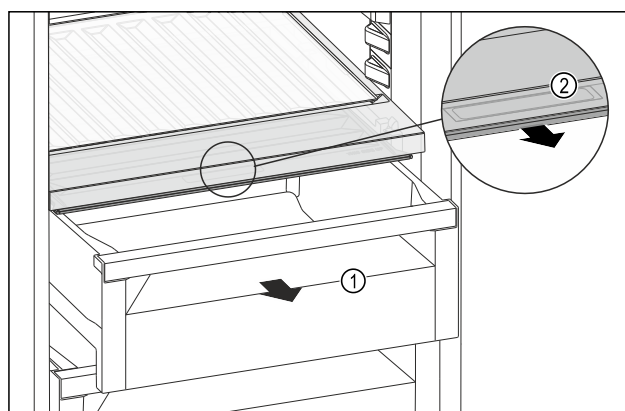

Fig. 109
- ▶ Витягніть висувний ящик Fig. 109 (1).
- ▶ Візьміться за потайну ручку Fig. 109 (2) на кришці відділення й одночасно потягніть кришку відділення вперед.